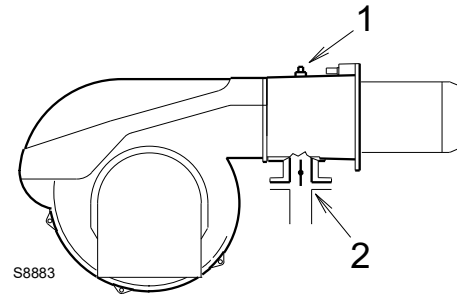

Fig. 19
Presión de gas en la toma 1)(Fig. 19, pág. 20), con:
Pérdida de carga válvula de mariposa del gas 2)(Fig. 19, pág. 20) con abertura máxima: 90°.
- restar a la presión del gas en la toma 1)(Fig. 19, pág. 20) la presión de la cámara de combustión.
Para conocer la presión del gas necesaria en la toma 1)(Fig. 19), fijada la potencia máxima de modulación a la cual se desea que funcione el quemador:
- Leer a la derecha, columna 1, la presión en la toma 1)(Fig. 19).
presión necesaria para la toma 1)(Fig. 19).